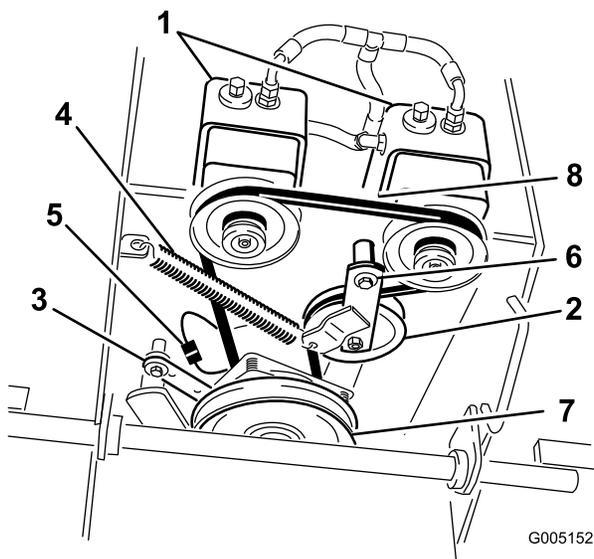

Figura 53
6. Desconecte el soporte del embrague de la carcasa del motor (Figura 53).
7. Desenganche el muelle de la polea tensora del bastidor (Figura 53).
9. Coloque el muelle tensor entre el brazo de la polea tensora y el soporte del bastidor (Figura 53).
10. Monte el soporte del embrague en la carcasa del motor (Figura 53).